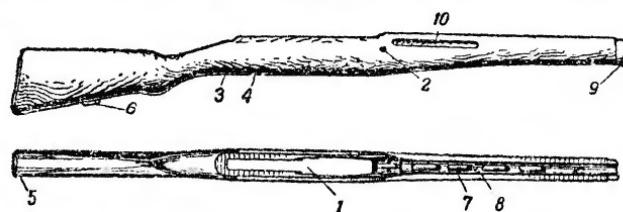

Рис. 46. Ложа:
**Ложа** (рис. 46) служит для соединения частей винтовки и удобства пользования последней. В цевье ложи имеется: окно для помещения